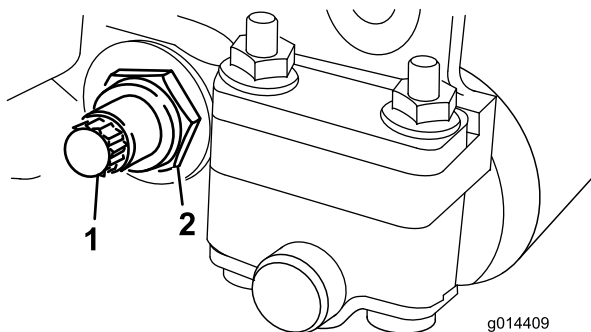
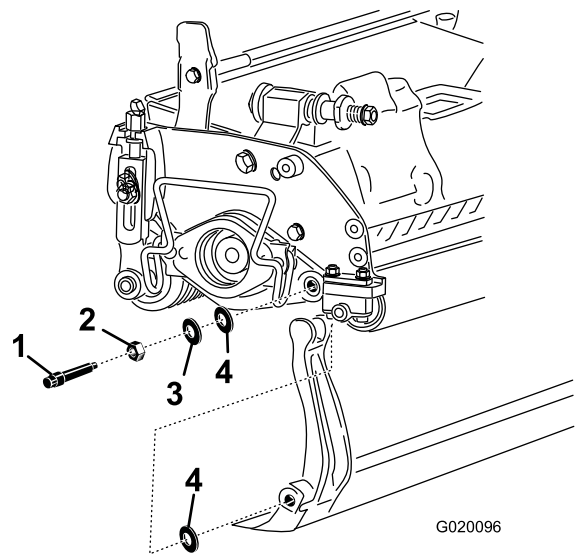

Figura 14
Figura 15
3. Su ciascun lato della macchina, allentate il dado di bloccaggio che fissa il bullone della barra di appoggio (Figura 14).
4. Togliete ciascun bullone della barra di appoggio consentendo alla barra di appoggio di essere tirata verso il basso e rimossa dal bullone della macchina (Figura 14). Tenete in considerazione le due rondelle in nylon e la rondella in acciaio stampato su ciascun lato della barra di appoggio (Figura 15).
2. Fissate la barra di appoggio su ciascuna piastra laterale mediante 2 appositi bulloni, dadi di bloccaggio (dadi sui bulloni) e 6 rondelle. Collocate una rondella in nylon su ciascun lato della flangia di estremità della piastra laterale. Posizionate una rondella in acciaio all'esterno della rondella in nylon esterna (Figura 15).